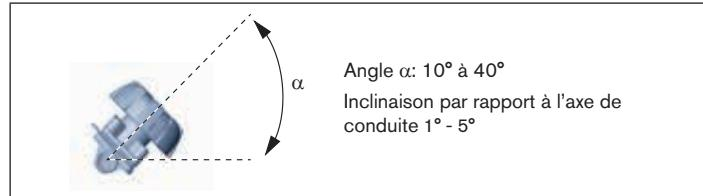
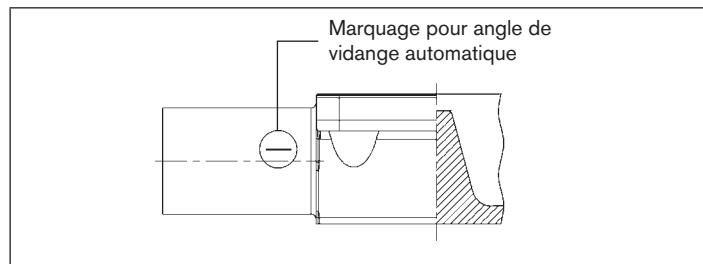

Fig. 5 : Montage permettre au corps de se vider automatiquement
Fig. 6 : Marquage pour position de montage correcte
- Montez le corps avec un angle d'inclinaison $\alpha = 10^\circ$ à 40° par rapport à l'horizontale (voir *Fig. 5*). Les corps forgés et coulés présentent pour cela un marquage qui doit être dirigé vers le haut (position 12 heures, voir *Fig. 6*).